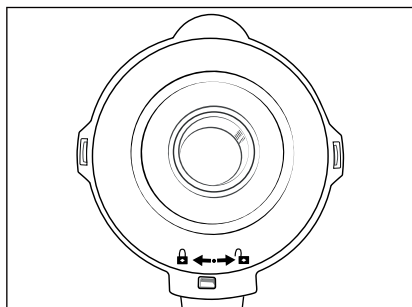

Fig. 2
- 3) Insira os ingredientes no copo misturador ③.
- 4) Volte a colocar a tampa ② desalinhada no copo misturador ③ e pressione-a firmemente. Feche a tampa ②, rodando-a no sentido dos ponteiros do relógio, para a posição , até ela encaixar de forma audível (ver fig. 2).